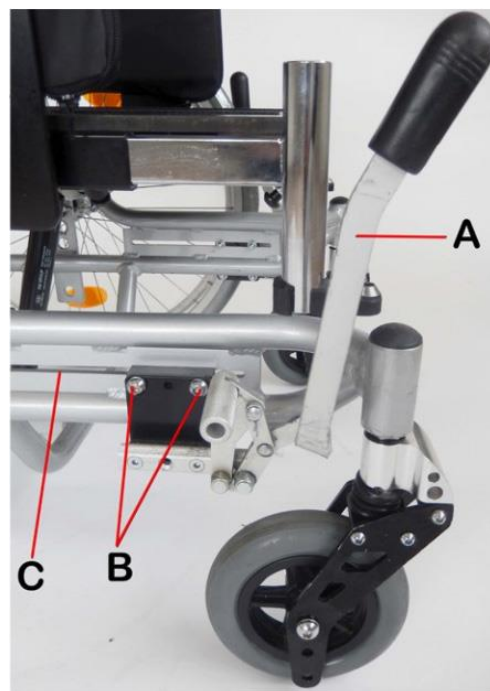

Рис. 5
1. Натисніть ручку (див. Рис. 5; п. А) для включення гальма (для звільнення гальма штовхніть її).
1. Відкрутіть гвинти (див. Рис. 5; п. В).
2. Відрегулюйте гальмо, переміщуючи його в отворі (див. Рис. 5; п. С).
3. Затягніть гвинти (див. Рис. 5; п. В).